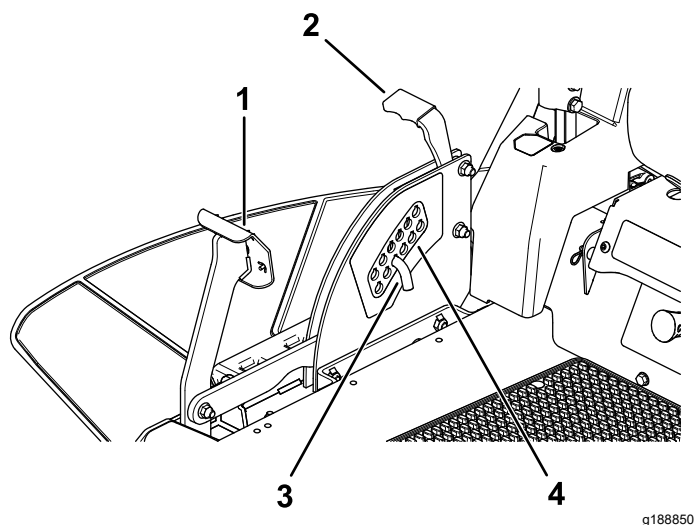

Figure 26
1. Appuyez sur la pédale de levage du tablier avec le pied et levez le tablier en position de verrouillage de transport (qui est aussi la position de hauteur de coupe de 114 mm [4,5 po]), comme montré à la Figure 26.
2. Pour changer la hauteur de coupe, retirez la goupille du support de hauteur de coupe (Figure 26).
3. Insérez la goupille dans le trou du système de hauteur de coupe correspondant à la hauteur de coupe voulue (Figure 26).